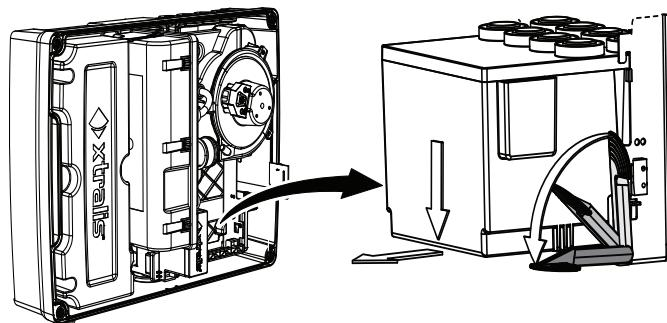

Figure 7-7: Dépose du filtre intelligent
- Déposez le filtre intelligent (Figure 7-7). Pour plus d'informations, reportez-vous à la section 7.3, page 55.